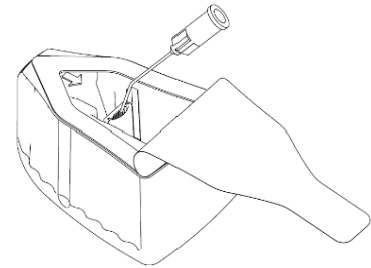

Fig 1.
3. Aligner la flèche du taquet rouge de l'injecteur avec celle du contenant ouvert de la LIO pour un positionnement correct. Insérer l'injecteur avec un mouvement vers le bas comme montré sur la Fig.1 jusqu'au clic de verrouillage.